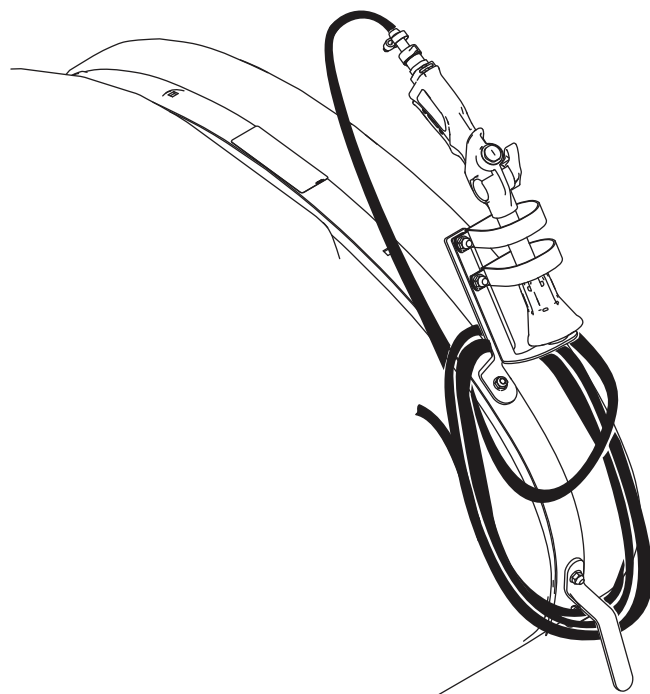

Figura 13
5. Avvolgete il flessibile intorno ai ganci montati sul serbatoio e collocate la pistola a spruzzo nell'apposito supporto, come illustrato in Figura 13.